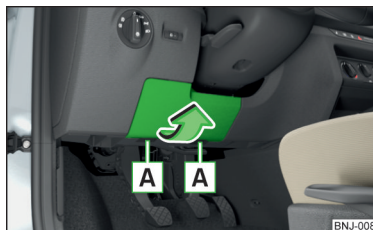

Abb. 199
- Die Abdeckung des Sicherungskastens in Pfeilrichtung abnehmen » Abb. 199.